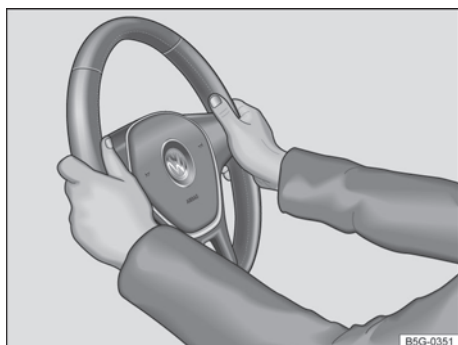

Fig. 59 No volante: posição 9 e 3 horas.
- Ajustar a posição do volante de forma que possa segurá-lo lateralmente pela borda externa na posição de 9h e 3h → Fig. 59 com ambas as mãos e os braços ligeiramente dobrados.
- Pressionar a alavanca ① sempre com firmeza para cima após o ajuste, para que o volante não mude sua posição durante a condução.
- Durante a condução, sempre segurar o volante com ambas as mãos lateralmente na barra externa *na posição de 9h e 3h* → Fig. 59, para reduzir ferimentos causados por um acionamento do airbag frontal do condutor.